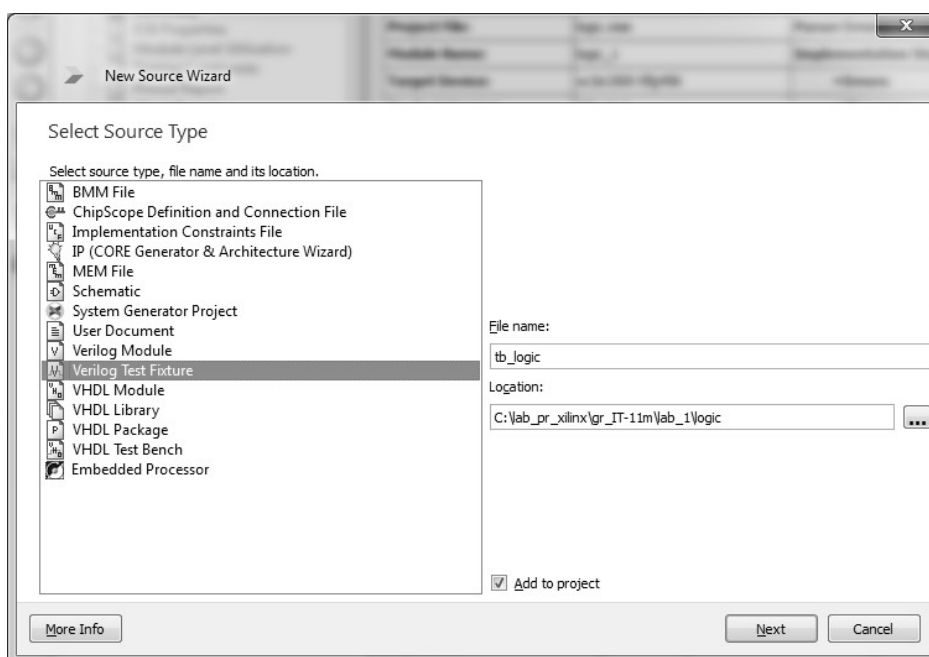

Рисунок 36 – Создание «тестбенча» для проектируемого устройства
- 3) В открывшемся окне выбрать тип исходного файла «Verilog Test Fixture» и ввести имя для создаваемого набора «tb\_logic» в поле File Name (Рисунок 36).